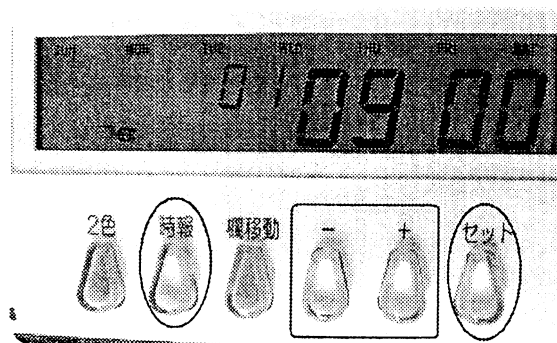

図9: 時報設定画面
- ① 上カバーを開ける。操作手順 参照 (P.4)
- ② 設定スイッチを右(通常)から左(設定)にスライドさせます。操作手順 参照 (P.4)
- ③ 時報ボタンを押す (図9参照) 液晶真ん中の上部分に小さい01ステップNo. が点滅します。(【画面5】参照)